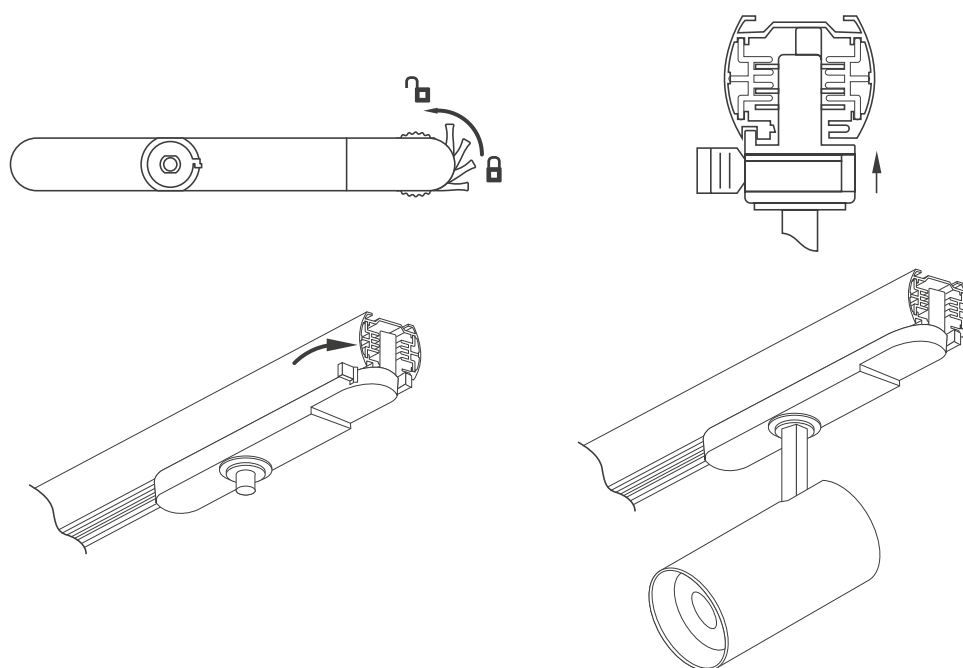

Рис. 3. Установка светильника в трек
- На коннекторе питания открутите винт и снимите крышку. Подсоедините провода, подводящие питание, к винтовым клеммам согласно рис. 3. Используйте 5-жильный кабель. Обязательно подключите защитное заземление к клемме GND.